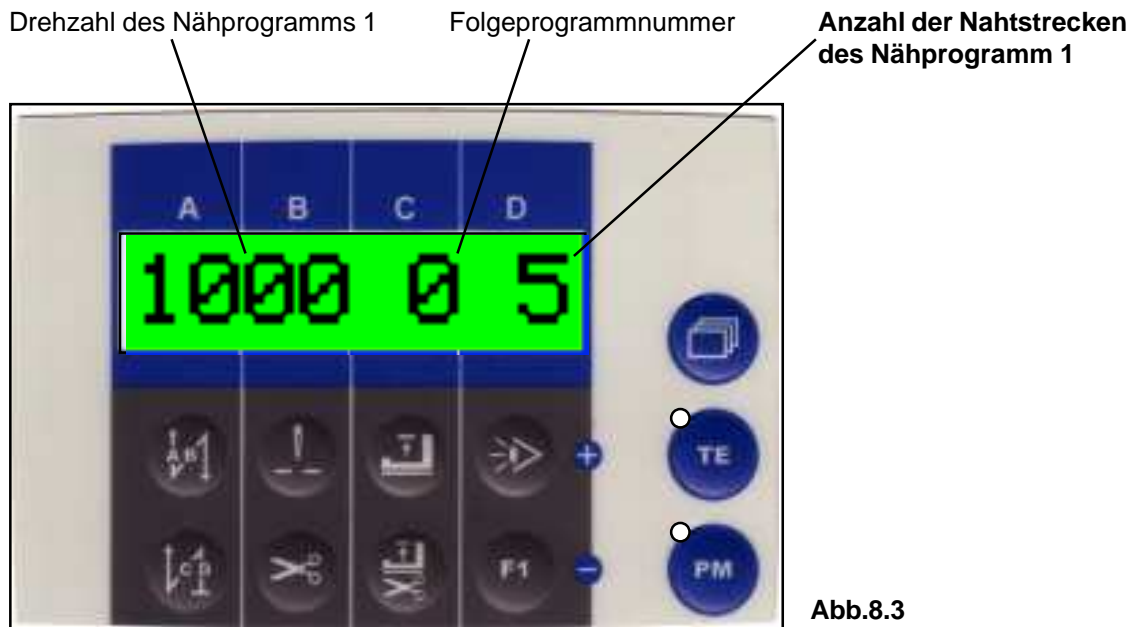

Abb.8.3
- 3.2 Blättern-Taste drücken bis die Anzeige **Abb.8.3** erscheint